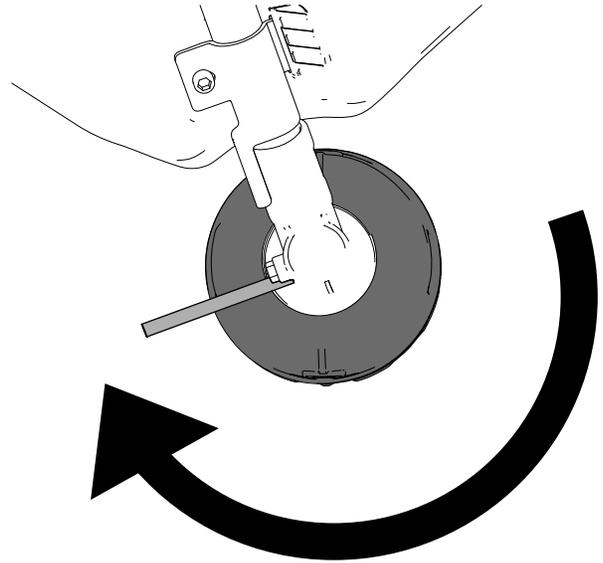

Figura 16
4. Con la varilla metálica sujetando el cabezal de la desbrozadora, gire el cabezal de la desbrozadora en sentido horario para retirarla del espárrago roscado de la caja de engranajes (Figura 16).